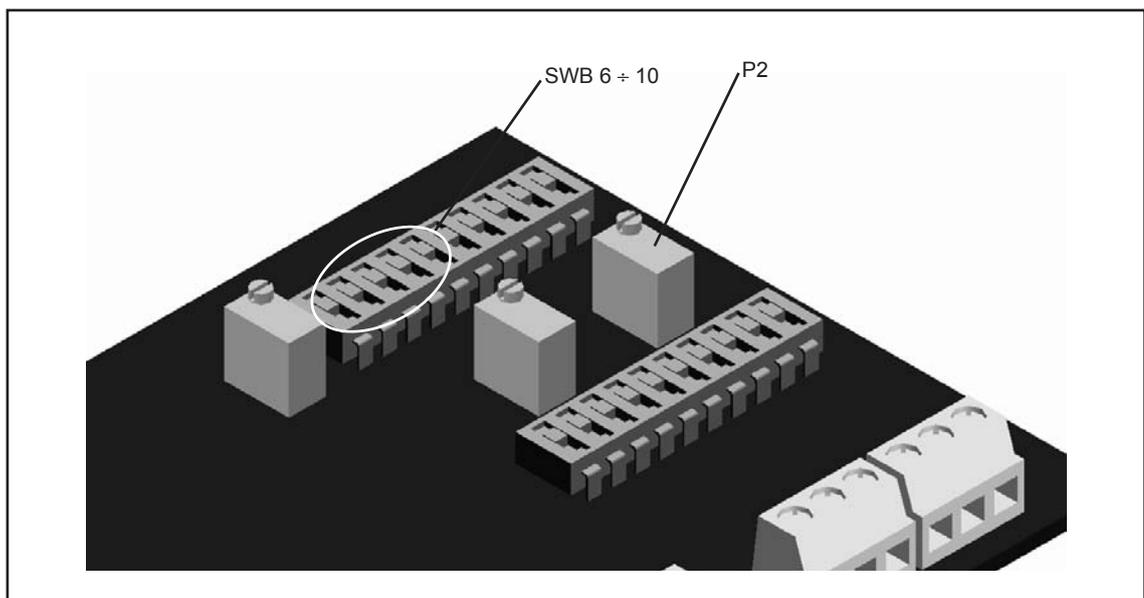

Fig. 5-10 : Position des micro-interrupteurs SWB 6 ÷ 10 et du potentiomètre P2
- Contrôler que les micro-interrupteurs SWB6 à 10 soit en position Off (se référer à la figure 5-10 pour l'emplacement des micro-interrupteurs sur le circuit).